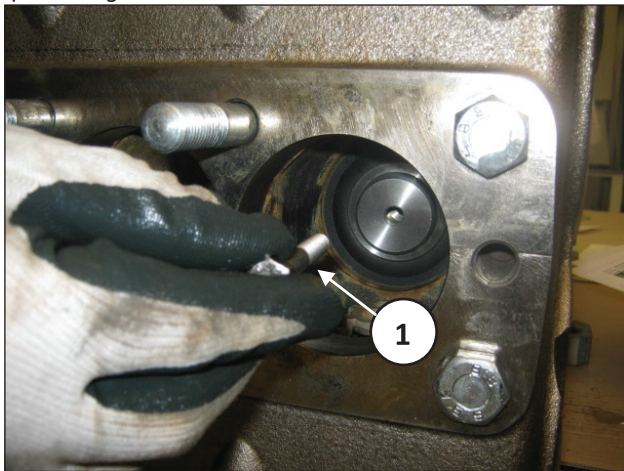

Fig. 130
Solte o parafuso M8, que fixa o grupo do pistão e o retire junto com o casquilho de fix. do vedante (pos. ①, Fig. 130).